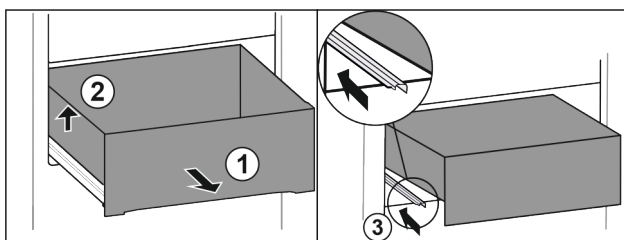

Fig. 95
- ▶ Schubfach bis zum Anschlag herausziehen. Fig. 95 (1)
- ▶ Schubfach links anheben. Fig. 95 (2)
- ▶ Linke Schiene einschieben. Fig. 95 (3)